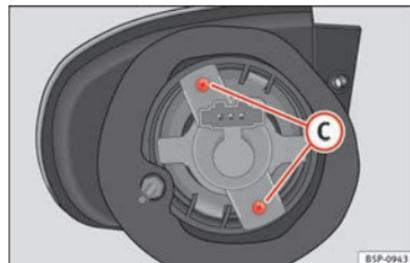

Fig. 186 Indicatore di direzione
- Svitare le viti » fig. 186 **C** dei portalampe e tirare.
- Rimuovere le viti » fig. 186 **C** dei portalampe e tirare.